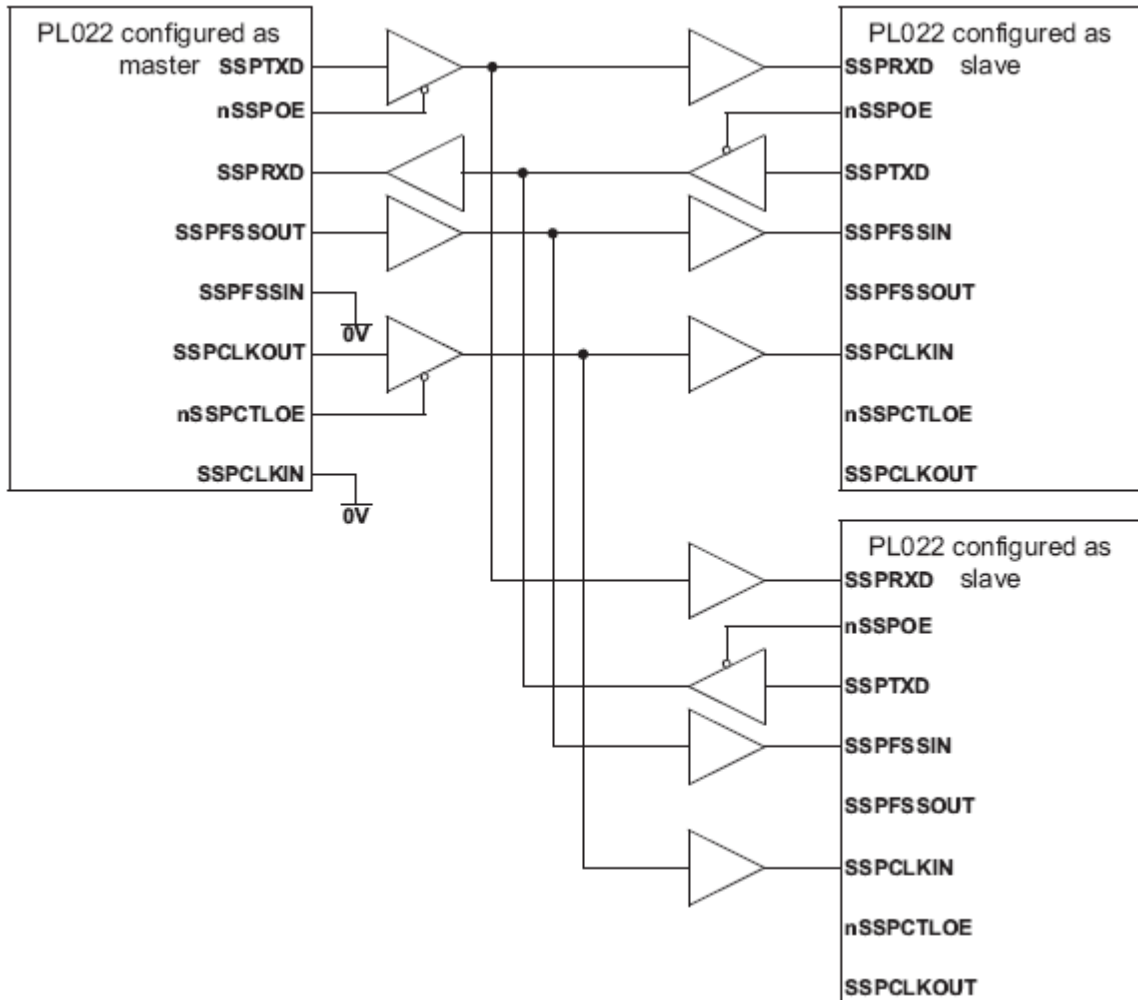
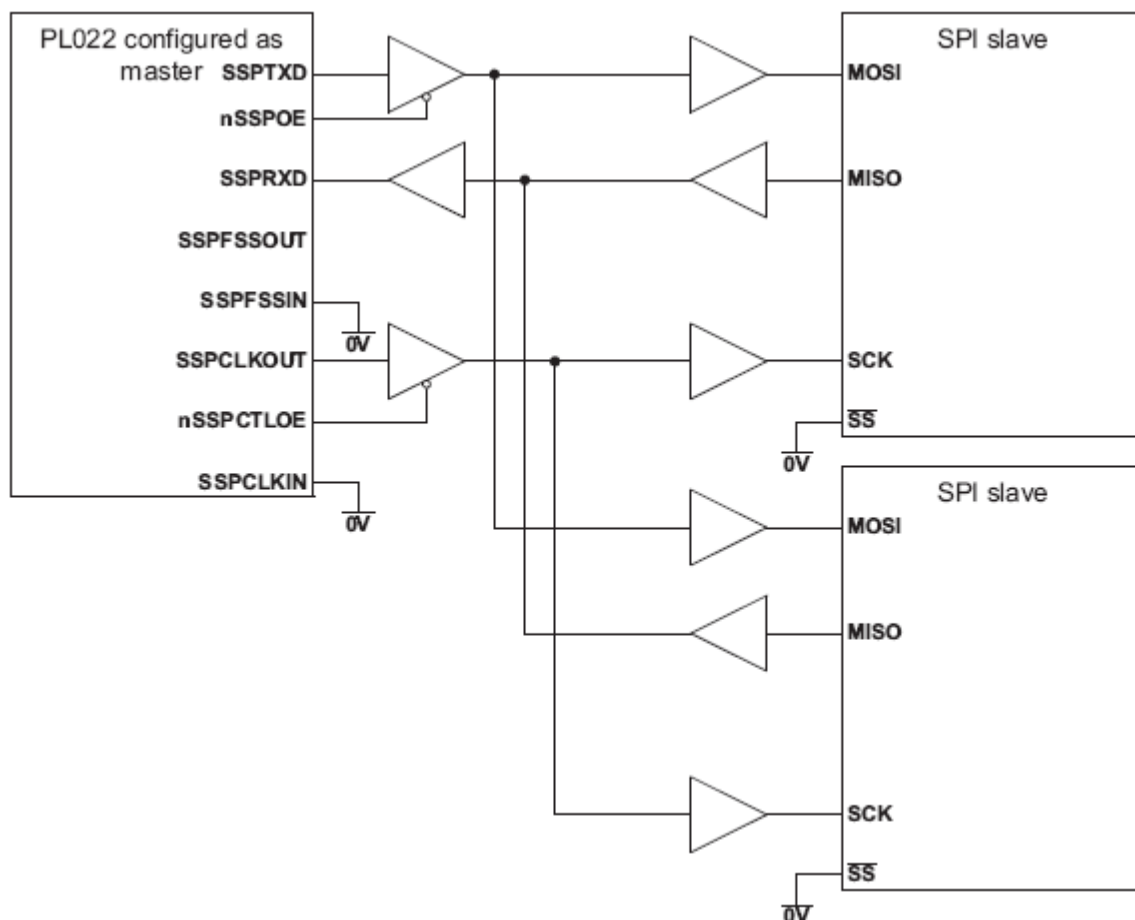
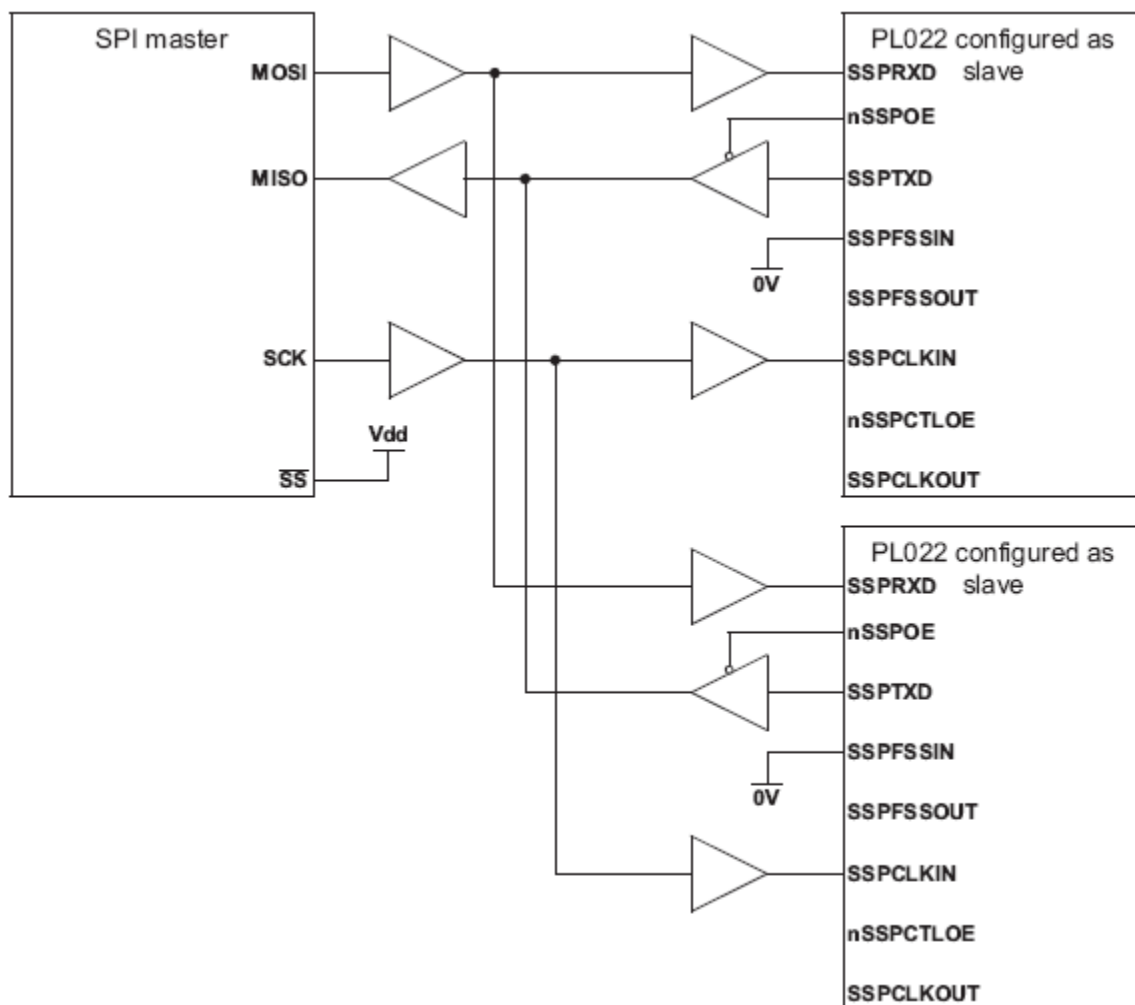

Рисунок 113 – Ведущее устройство SSP подключено к двум ведомым
Рисунок 114 – Ведущее устройство SSP подключено к двум ведомым, поддерживающим SPI
Рисунок 115 – Ведущее устройство, протокол SPI, подключено к двум ведомым модулям SSP
На рисунках Рисунок 113, Рисунок 114, Рисунок 115 показаны варианты подключения модуля SSP к периферийным устройствам, работающим в ведущем или ведомом режиме.
Рисунок 113 показывает совместную работу трех модулей SSP, один из которых сконфигурирован в качестве ведущего, а два – в качестве ведомых устройств. Ведущее устройство способно передавать данные циркулярно в адрес двух ведомых по линии SSP\_TXD.
Рисунок 114 показывает подключение модуля SSP, сконфигурированного как ведущее устройство, к двум ведомым устройствам, поддерживающим протокол SPI фирмы Motorola. Внешние устройства сконфигурированы как ведомые путем установки в низкий логический уровень сигнала выбора ведомого устройства Slave Select (SS). Как и в предыдущем примере, ведущее устройство способно передавать данные в адрес ведомых циркулярно по линии SSP\_TXD. Ответная передача данных на входную линию SSP\_RXD ведущего устройства одновременно осуществляется только одним из ведомых по соответствующей линии MISO.
Рисунок 115 показывает ведущее устройство, поддерживающее протокол SPI фирмы Motorola, соединенное с двумя модулями SSP, сконфигурированными для работы в ведомом режиме. Линия Slave Select (SS) ведущего устройства в этом случае установлена в высокий логический уровень. Ведущее устройство осуществляет передачу данных по линии MOSI циркулярно в адрес двух ведомых модулей.